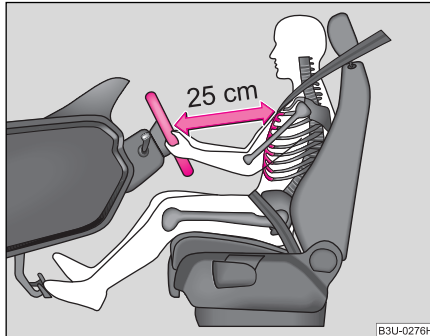

Abb. 98 Der richtige Abstand des Fahrers vom Lenkrad
- Stellen Sie das Lenkrad so ein, dass der Abstand zwischen Lenkrad und Brustbein mindestens 25 cm beträgt ⇒ **Abb. 98**.
- Der Fahrer muss einen Abstand zum Lenkrad von mindestens 25 cm einhalten → Seite 121, Abb. 98. Wenn Sie den Mindestabstand nicht einhalten, kann Sie das Airbag-System nicht schützen - Lebensgefahr!